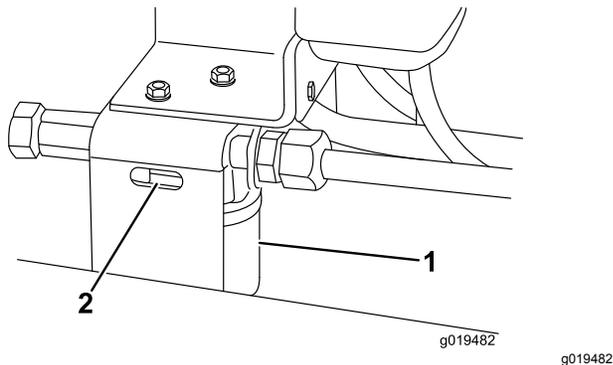

Figura 74
2. Limpie la zona de montaje del filtro. Coloque un recipiente debajo del filtro y retire el filtro (Figura 74).